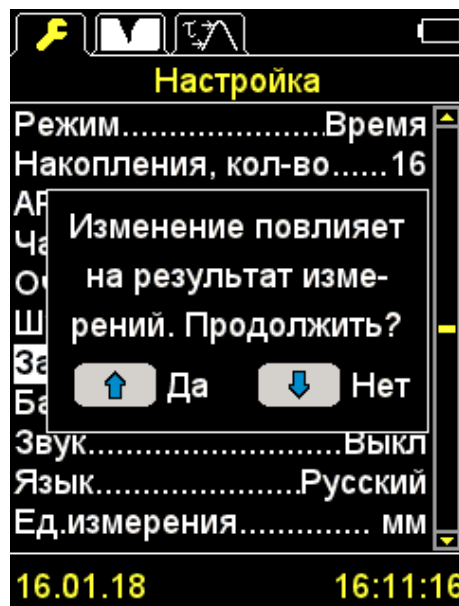

Рисунок 14
- подтверждение перехода в режим редактирования параметра (рисунок 14).